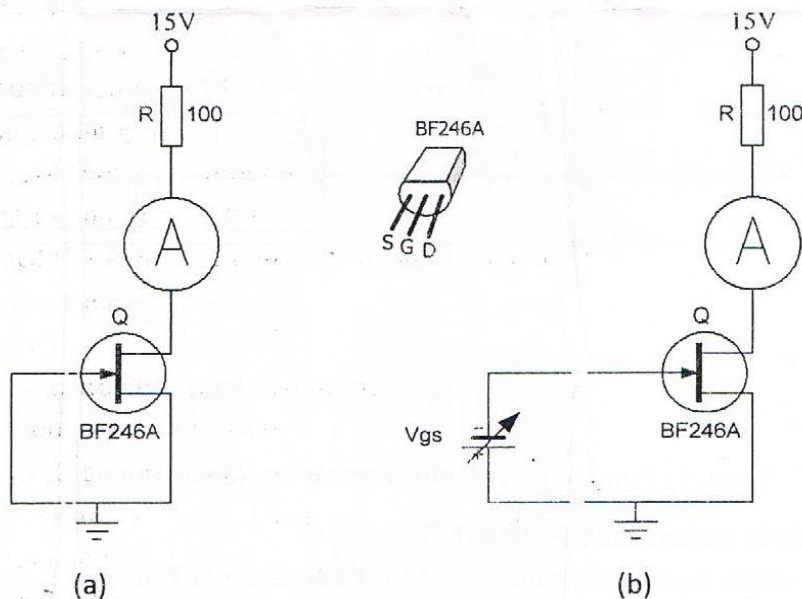

Figure 7 : Procédure de détermination des paramètres du JFET
- Brancher le circuit comme indique sur la figure 7-a
- Brancher la grille du FET à un générateur de tension négative comme indiqué sur la figure 7-b